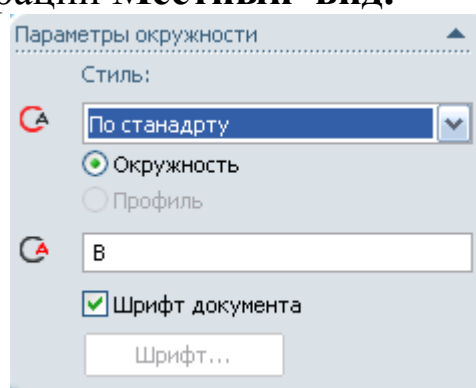

Рис. 19
- В поле **Метка** раздела **Параметры окружности** задайте для местного вида метку «В» (рис. 19);